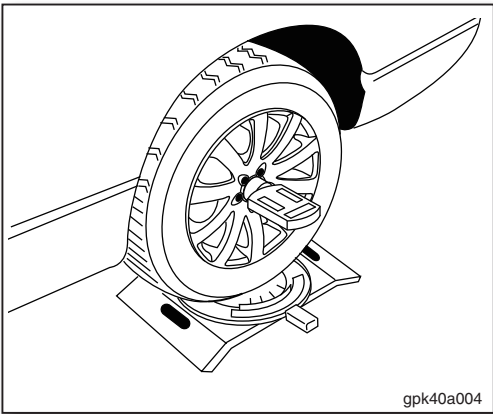

图5
1. 使用四轮定位机或合适的校正规测量左、右轮外倾角(如图5)。